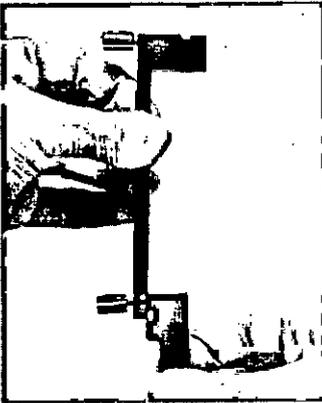

Figura 19
1. Sujete el soporte de guía al elemento de medición. (Ver Figura 19)